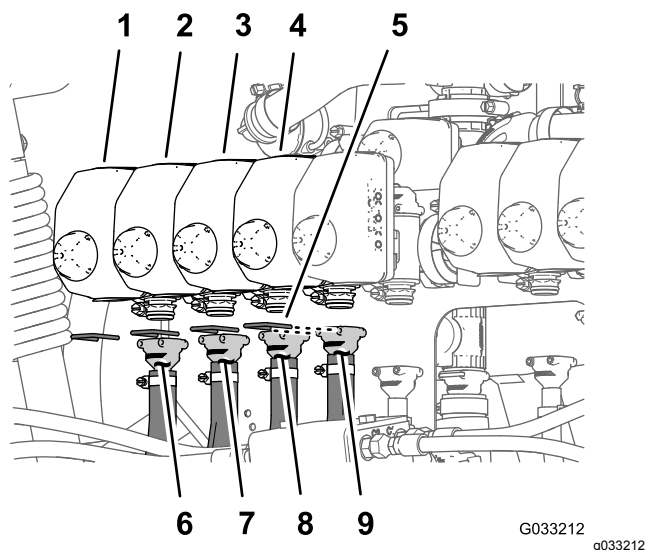
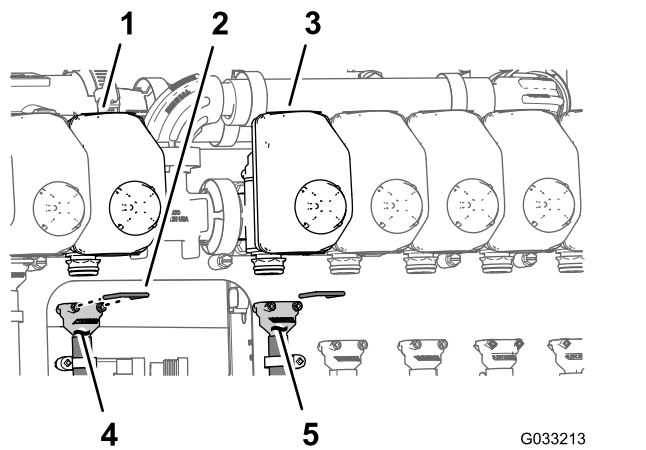

Рисунок 138
Рисунок 139
Примечание: Расположения клапанов сопел см. на Рисунок 138 в разделе Подсоединение шлангов к клапанам сопел с 1 по 4 \(страница 71\), на Рисунок 139 в разделе Подсоединение шлангов к клапанам сопел 5 и 6 \(страница 71\) и на Рисунок 140 в разделе Подсоединение шлангов к клапанам сопел с 7 по 10 \(страница 72\).
1. Установите прямой штуцер типа «елочка» шланга подачи длиной 279 см на соединительную муфту клапана сопла 1 (Рисунок 138).
2. Прикрепите штуцер типа «елочка» к соединительной муфте с помощью держателя (Рисунок 138).
3. Установите прямой штуцер типа «елочка» шланга подачи длиной 234 см на соединительную муфту клапана сопла 2 (Рисунок 138).
4. Прикрепите штуцер типа «елочка» к соединительной муфте с помощью держателя (Рисунок 138).
5. Установите прямой штуцер типа «елочка» шланга подачи длиной 188 см на соединительную муфту клапана сопла 3 (Рисунок 138).
6. Прикрепите штуцер типа «елочка» к соединительной муфте с помощью держателя (Рисунок 138).
7. Установите прямой штуцер типа «елочка» шланга подачи длиной 188 см на соединительную муфту клапана сопла 4 (Рисунок 138).
8. Прикрепите штуцер типа «елочка» к соединительной муфте с помощью держателя (Рисунок 138).
1. Установите прямой штуцер типа «елочка» шланга подачи длиной 81 см на соединительную муфту клапана сопла 5 (Рисунок 139).
2. Прикрепите штуцер типа «елочка» к соединительной муфте с помощью держателя (Рисунок 139).
- Установите прямой штуцер типа «елочка» шланга подачи длиной 81 см на соединительную муфту клапана сопла 6 (Рисунок 139).
- Прикрепите штуцер типа «елочка» к соединительной муфте с помощью держателя (Рисунок 139).